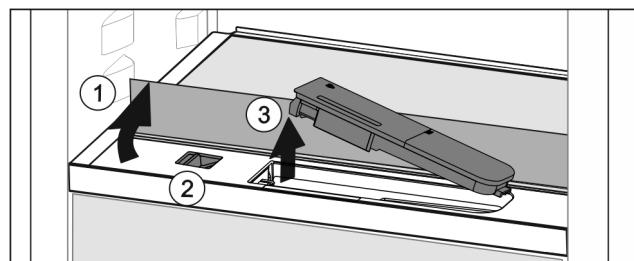

Fig. 49
- Ridicați placa de sticlă și rabatați în spate până la opritor Fig. 49 (1).
- Împingeți zăvorul Fig. 49 (2) spre stânga.
- Scoaterea rezervorului de apă Fig. 49 (3).